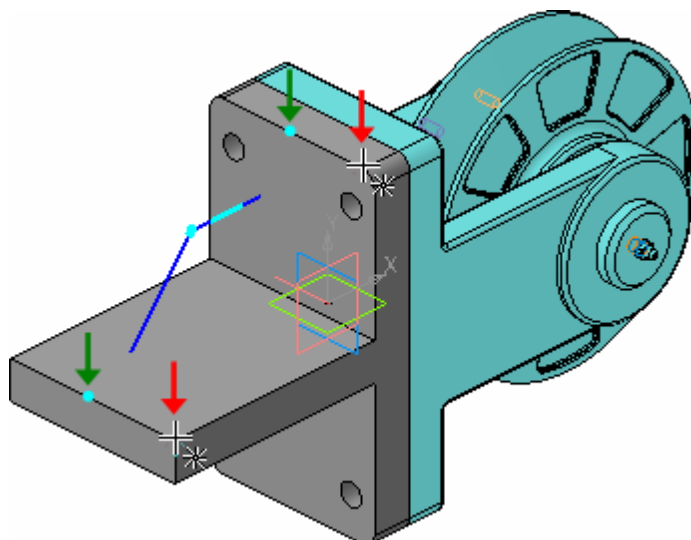

Рисунок 8.
- Спроецируйте в эскиз вершину основания и вершину опорной площадки (красные стрелки). Обратите внимание, что курсор должен находиться в режиме указания вершин \dagger_* (рис.8).